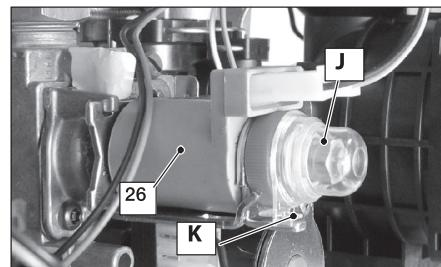

Рисунок 7.2
- Снимите защитную заглушку «A» модулирующего устройства 26 (Рисунок 7.2), освободив ее от упора «B» (с этой целью поверните ее по часовой стрелке и подденьте отверткой).
- Установите на место защитную заглушку «А» (Рисунок 7.2).